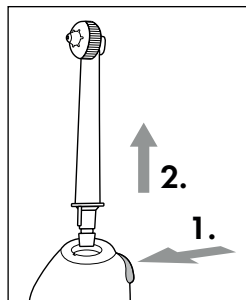

Abb.3
- ◆ Zum Abnehmen der Aufsteckdüse **2** drücken Sie den Entriegelungsknopf **1** am Handteil **5** und ziehen Sie dann die Aufsteckdüse **2** vom Handteil **5** ab (siehe Abb. 3).